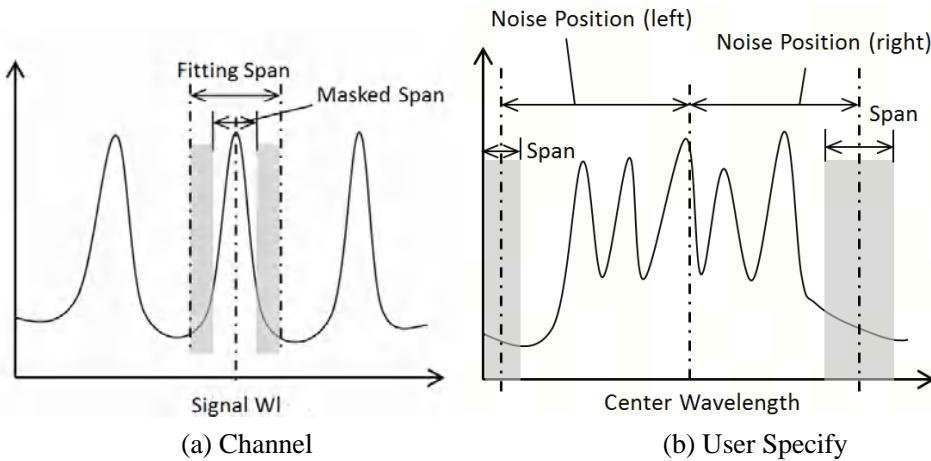

图 3-75 拟合曲线设置方法示意图
- Area Type: 为计算拟合曲线设置方法, 如图 3-75。